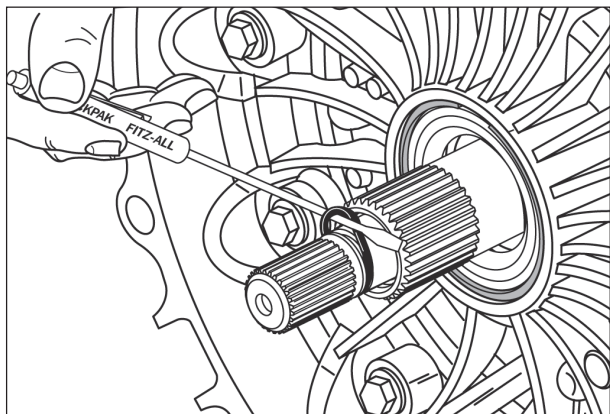

Figura 43
2. Remova o anel O-ring do eixo da turbina, conforme mostra a figura 43.